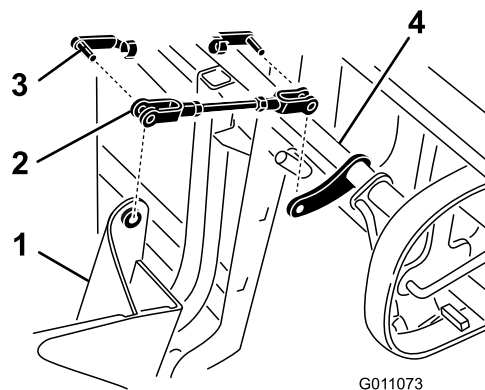

Figura 13
9. Instale las horquillas en el conjunto del ensacador/palanca y sujete el conjunto con 2 pasadores con muelle (Figura 13).
10. Gire el acoplamiento de la palanca del ensacador hacia arriba hasta el conjunto del ensacador y sujételo con un pasador con muelle (Figura 13). Afloje y gire la horquilla si es necesario para alinearla con el conjunto del ensacador.